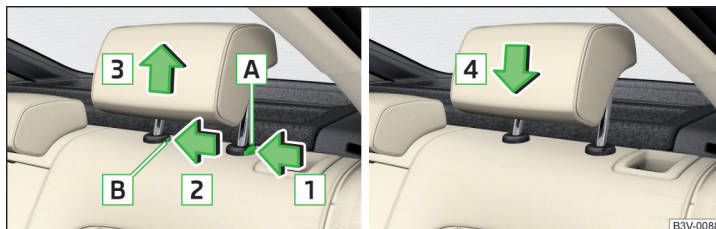

Abb. 98 Kopfstütze hinten herausnehmen/einsetzen
- › Die Sicherungstaste **A** in Pfeilrichtung **1** halten, gleichzeitig mit einem Schlitzschraubendreher (mit einer Breite von max. 5 mm) die Sicherungstaste in der Öffnung **B** in Pfeilrichtung **2** drücken und die Stütze in Pfeilrichtung **3** herausnehmen » **Abb. 98**.